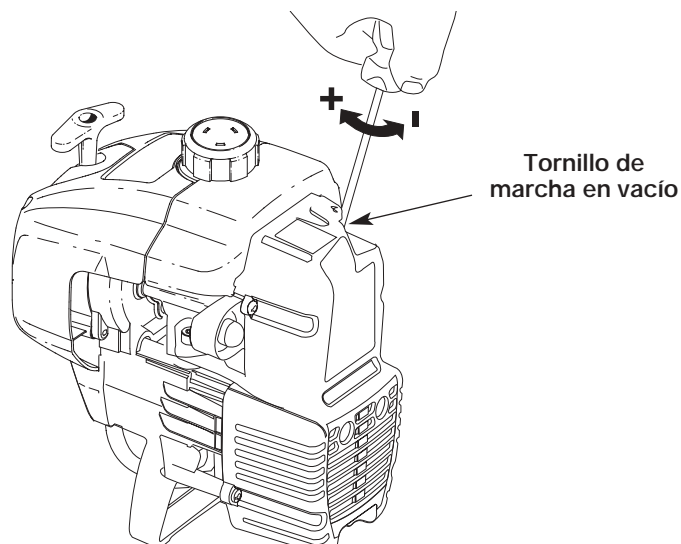

Fig. 31
La velocidad lenta del motor puede ser ajustada por la cubierta del silenciador / filtro de aire (Fig. 31).
2. Suelte el gatillo del regulador y deje que el motor funcione en marcha lenta. Si el motor se para, inserte un pequeño destornillador Phillips o de vástago plano en el orificio de la cubierta del silenciador / filtro de aire (Fig. 31). Gire el tornillo de marcha lenta en sentido horario, de a 1/8 de vuelta por vez (según sea necesario) hasta que el motor funciona en mínima.